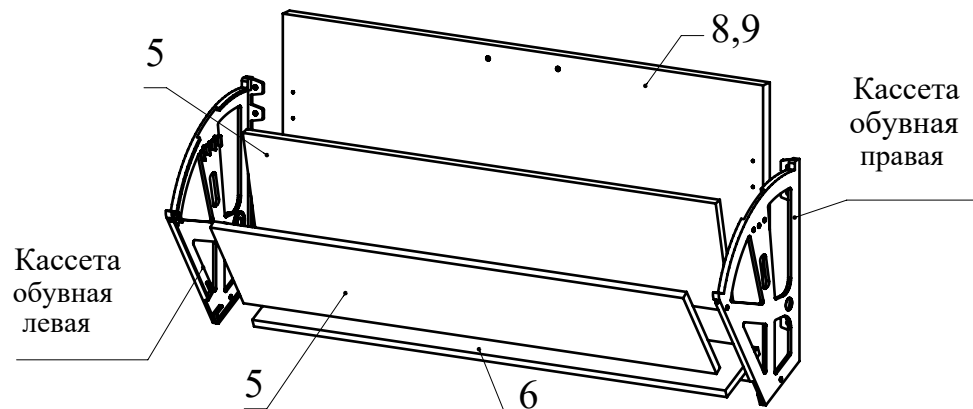

Рис. 5
8. Присоедините детали 5 и 6 к кассетам шурупами 3.5x16 (Рис. 5).
9. Установите деталь 8 (9), затяните оставшиеся головки минификсов.
10. Вставьте обувную кассету (Рис. 5).